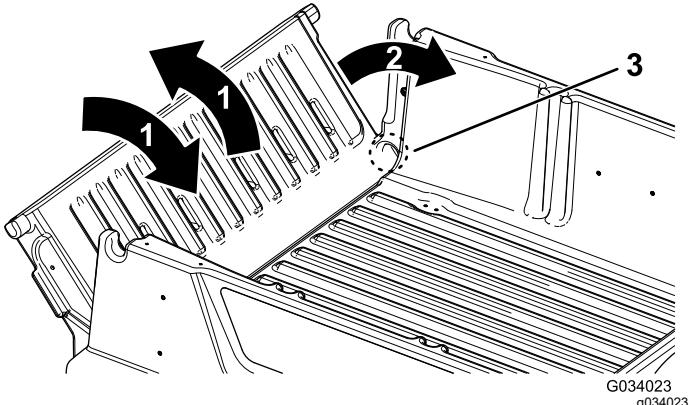

Figura 24
2. Ruotate la sponda posteriore in posizione di circa 45° (Figura 24).
3. Agitate con un movimento rapido per ruotare la sponda posteriore avanti e indietro più volte (Figura 24).